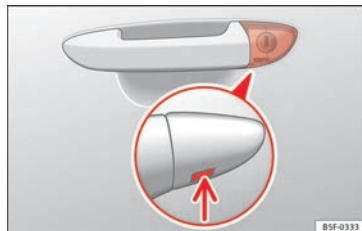

Abb. 196 Türrümpel an der Fahrtür: verdeckter Schließzylinder.
- Schlüsselbart am Fahrtürgriff von unten in die Öffnung der Abdeckkappe stecken **» Abb. 196** (Pfeil) und Abdeckkappe von unten nach oben anheben.